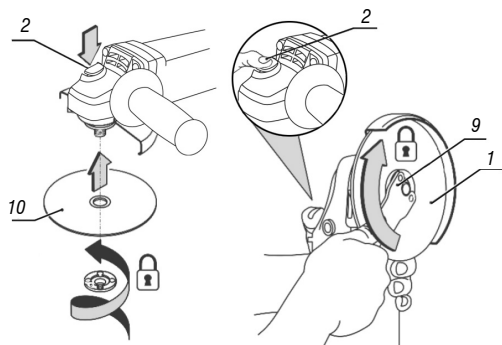

Fig. 8 – Trocando o disco
- Coloque a porca no eixo e aperte-a com a chave (9), conforme Fig. 8.